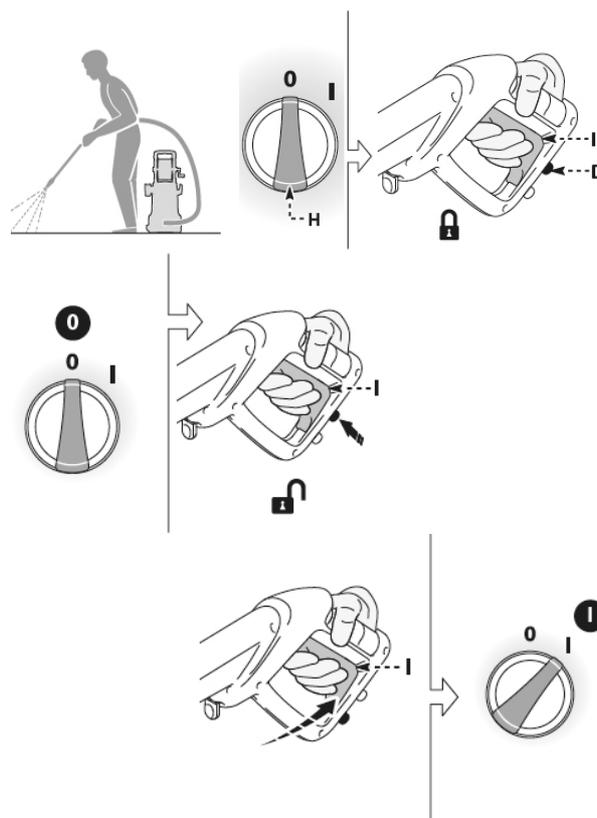

Abb. 12: Bedieneinrichtung
### Geräteschalter (Pos. H, Abb. 12)
### Hebel der Pistole (Pos. I, Abb. 12).
Schritt 3: Die Verriegelung (Pos. D, Abb. 12) der Pistole lösen.
Schritt 3: Die Verriegelung (Pos. D, Abb. 12) der Pistole betätigen.
Schritt 1: Die Verriegelung (Pos. D, Abb. 12) der Pistole lösen.
Schritt 6: Die Verriegelung (Pos. D, Abb. 12) der Pistole wieder betätigen.